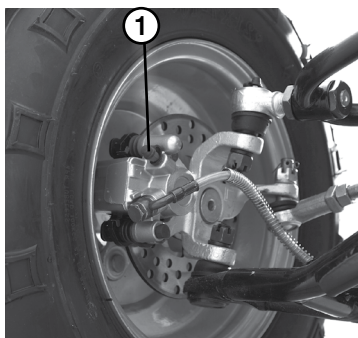

Рис. 14 Диск тормоз переднего правого колеса
- снимите колпачок с клапана выпуска воздуха правого переднего колеса (рис.14 поз.1); на штуцер клапана наденьте резиновую трубку, другой конец которой погружите в емкость с небольшим количеством тормозной жидкости;